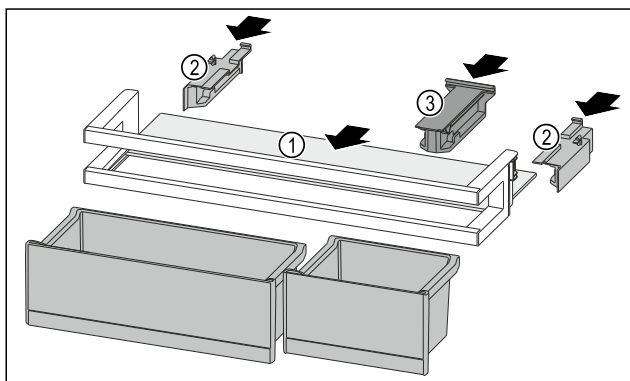

Fig. 91
- ▶ Вдвиньте съемную полку Fig. 91 (1) в боковые пазы.
- ▶ Установите боковые части Fig. 91 (2).
- ▶ Смонтируйте крепление Fig. 91 (3).